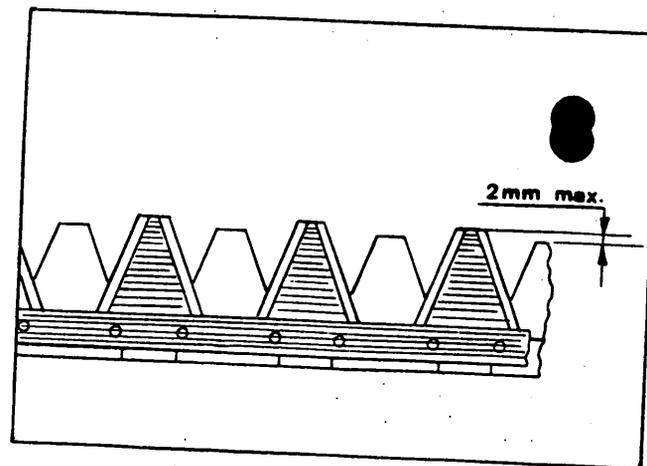

Fig. 16
- 6° Inclinaison: placer le tube télescopique (B, Fig. 16 du manuel d'entretien 444) dans le trou central - le pointage de la barre ne doit pas être modifié.
### Parallélisme des lames (voir Fig. 16)
- 6° Replacer le guide en position travail, vérifier le parallélisme des sections selon Fig. 16.